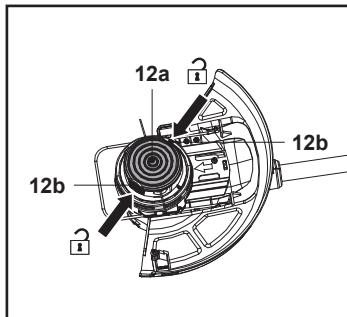

Fig. 22
2. Sujete el cabezal de corte (12) firmemente con una mano. Presione los pestillos de liberación (12b) a ambos lados, levante la cubierta (12a) y retírela (Fig. 22).